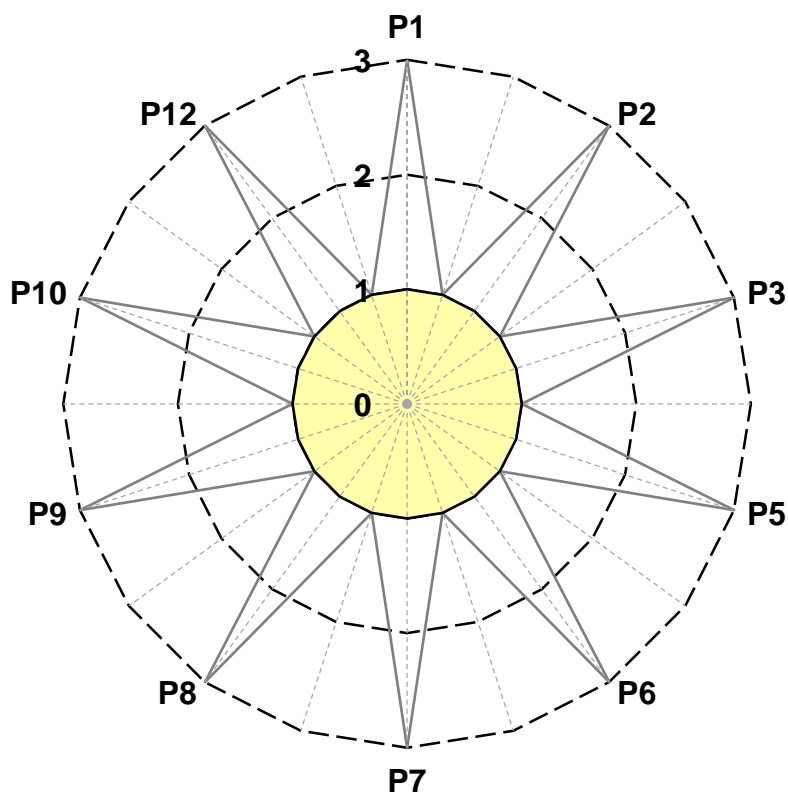

Figura 1 - EV para preencher
2.3. Construa a EV na Figura 1, marcando em cada eixo a pontuação do respetivo princípio e pintando a verde e a vermelho as áreas que indicam o cumprimento ou não cumprimento dos princípios, respetivamente. Em seguida use a folha de Excel fornecida para desenhar a EV e calcular o Índice de Preenchimento da Estrela (IPE).